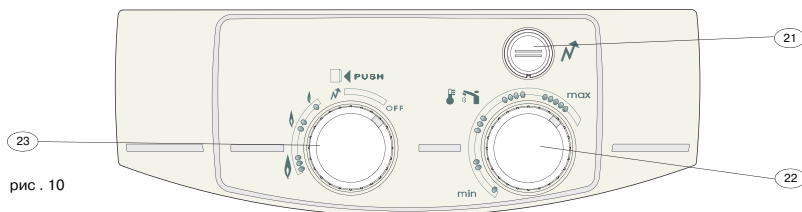

рис. 10
- Выньте рукоятки регулировки (23) подачи газа и регулятора температуры (22) (рис. 10), потянув их на себя
Переведите кнопку-регулятор подачи газа (23) в положение "N" (рис. 10).
горелка. В этом случае удерживая кнопку-регулятор подачи газа (23) нажмите несколько раз на кнопку (21) до тех пор пока не включится запальная газовая горелка. После того как включится запальная газовая горелка продолжайте удерживать кнопку-регулятор подачи газа (23) в положении "N" еще несколько секунд чтобы запустить систему безопасности а затем переведите регулятор "23" в положение между отметками "0" и "N" (рис. 10).